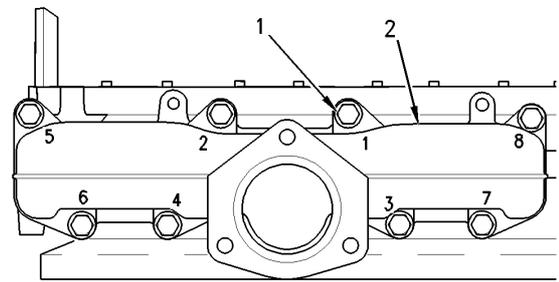

Ilustración 36
1. Quite los tornillos de ajuste (1) en orden correlativo inverso a la ilustración 36. Esto ayudará a evitar cualquier deformación del múltiple de escape (2).
2. Quite la empaquetadura del múltiple de escape de la culata y quite el múltiple de escape (2). Descarte la empaquetadura del múltiple de escape.
**Nota:** La instalación incorrecta del múltiple de escape (2) puede causar grieta en el múltiple de escape. Los tornillos de ajuste (1) del múltiple de escape deben apretarse en la secuencia correcta y al par de apriete correcto.